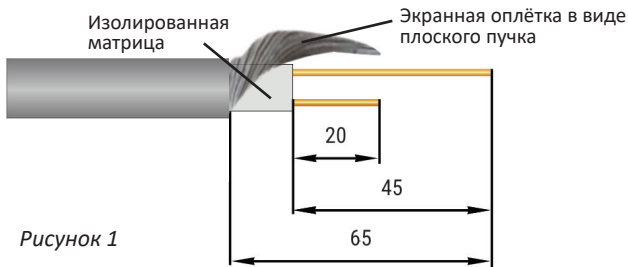

Рисунок 1
5.3. Удалить изоляцию у обоих нагревательных жил на длине 45 мм (рисунок 1).